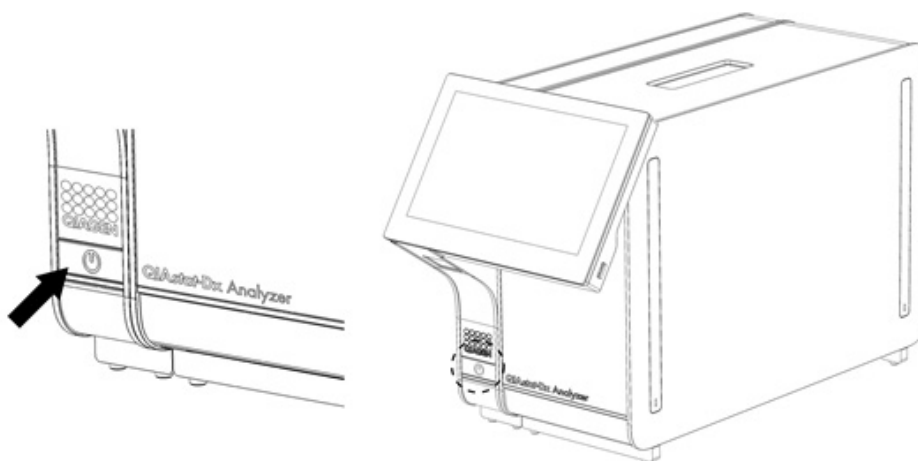

Figura 22. Acionamento do botão Ligar/Desligar para ligar o instrumento.
1. Prima o botão Ligar/Desligar na parte frontal do QIAstat-Dx Analyzer 2.0 para ligar a unidade (Figura 22).